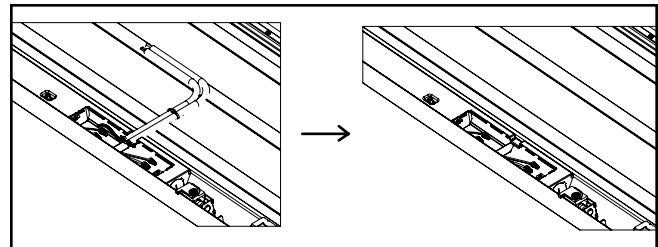

Figure 9.
5. Débranchez le cordon souple en enlevant les connecteurs. Jetez le cordon souple. Voir la figure 9.